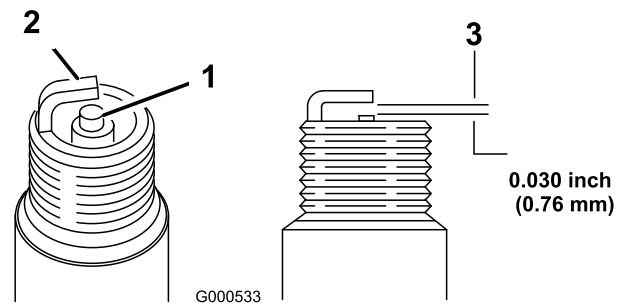

Bild 26
2. Prüfen Sie den Abstand zwischen der mittleren und der seitlichen Elektrode (Bild 26) und biegen Sie die seitliche Elektrode, wenn der Abstand falsch ist.
1. Sehen Sie sich die Mitte der Zündkerze an (Bild 26). Wenn der Kerzenstein hellbraun oder grau ist, ist der Motor richtig eingestellt. Eine schwarze Schicht am Kerzenstein weist normalerweise auf einen schmutzigen Luftfilter hin.